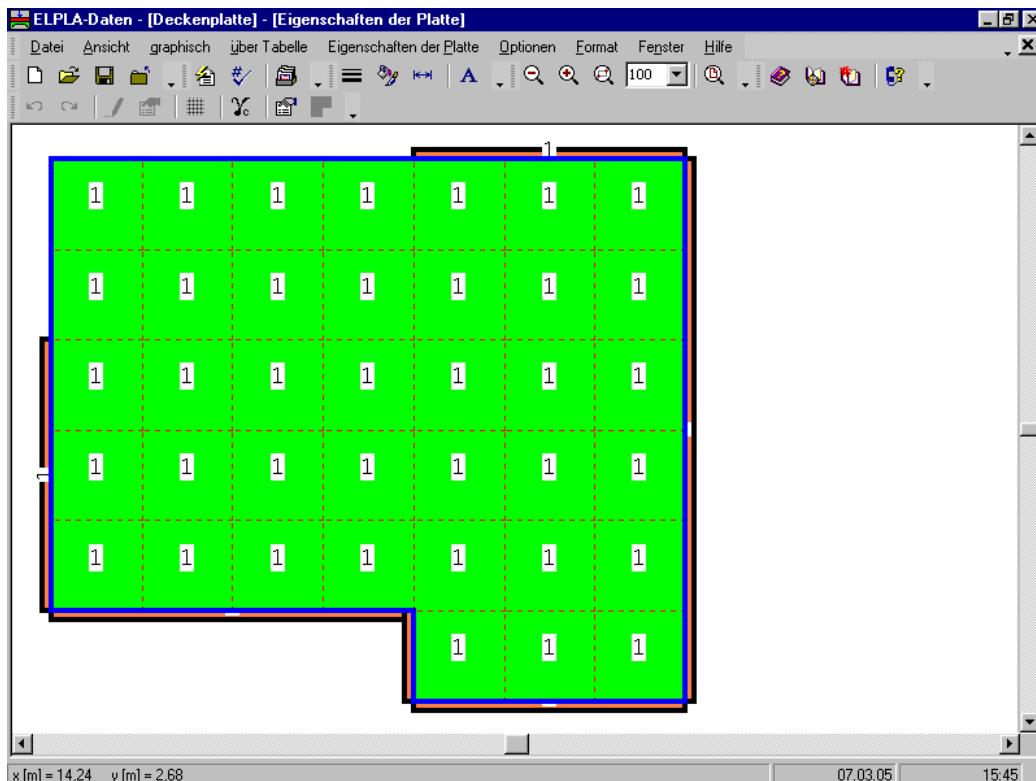
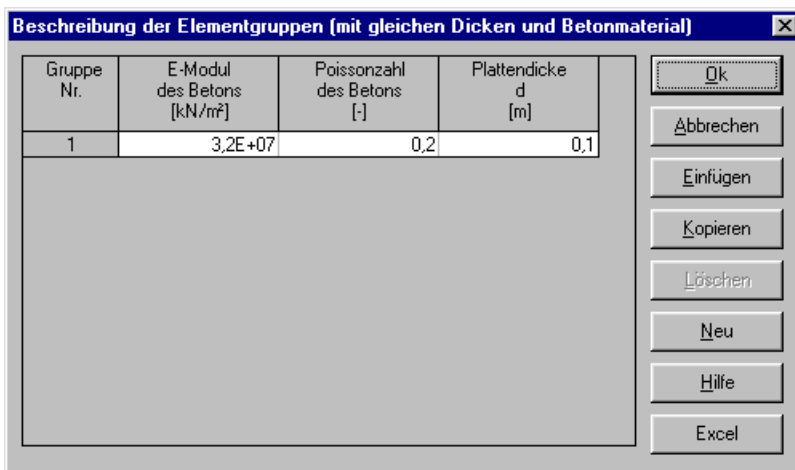
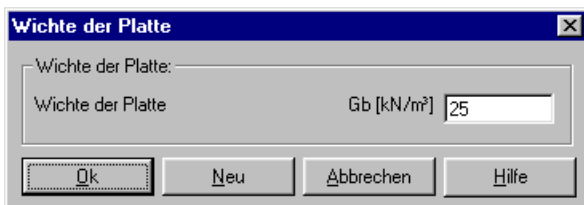

Bild 2-27 Eingebettetes Programm "Eigenschaften der Platte"
Bild 2-28 Listenfeld "Beschreibung der Elementgruppe"
Bild 2-29 Dialogfeld "Wichte der Platte"
- Wählen Sie "Eigenschaften der Platte" aus dem "Daten"-Menü des *ELPLA-Daten*-Fensters. Das folgende eingebettete Programm im Bild 2-27 erscheint mit Standardwerten von Eigenschaften der Platte. Für das gegenwärtige Beispiel sind zur Definition Plattenmaterial und Plattendicke erforderlich
- Wählen Sie den Befehl "Elementgruppen" aus dem Menü "über Tabelle" im Fenster von Bild 2-27. Das folgende Listenfeld im Bild 2-28 mit Standardwerten erscheint. Um einen Wert in diesem Listenfeld einzugeben oder zu modifizieren, schreiben Sie diesen Wert in der entsprechenden Zelle, dann drücken Sie "Eingabe". Im Listenfeld von Bild 2-28 geben Sie E-Modul der Platte, *Poissonzahl* der Platte und Plattendicke ein
- Wählen Sie den Befehl "Wichte der Platte" aus dem Menü "Eigenschaften der Platte" im Fenster von Bild 2-27. Das folgende Dialogfeld im Bild 2-29 mit einer Standardwichte von 25 [kN/m³] erscheint
- Wählen Sie den Befehl "Eigenschaften der Platte speichern" aus dem "Datei"-Menü im Bild 2-27, um die Eigenschaften der Platte zu speichern
- Wählen Sie "Eigenschaften der Platte schließen" aus dem "Datei"-Menü im Bild 2-27, um das eingebettete Programm "Eigenschaften der Platte" zu schließen und zum Hauptfenster des Programms *ELPLA-Daten* zurückzukehren